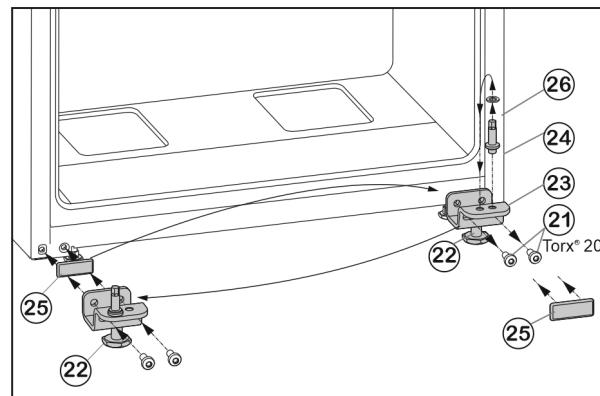

Fig. 7
- Desserrer les vis de fixation Fig. 7 (21).
- Retirer l'ensemble du support de palier inférieur Fig. 7 (23) avec le boulon de palier Fig. 7 (24), la rondelle Fig. 7 (26) et le pied de réglage Fig. 7 (22).
- Dévisser l'ensemble du boulon de palier Fig. 7 (24) avec la rondelle Fig. 7 (26), déplacer le tout dans le trou de préhension du côté opposé du support de palier et revisser fermement.
- Retirer avec précaution la plaque de recouvrement Fig. 7 (25) et la déplacer du côté opposé.
- Revisser l'ensemble du support de palier Fig. 7 (23) avec le boulon de palier Fig. 7 (24), la rondelle Fig. 7 (26) et le pied de réglage Fig. 7 (22) du côté de la nouvelle charnière, au besoin à l'aide d'une visseuse sans fil (en appliquant un couple de 4 Nm).
- Placer la porte inférieure depuis le haut sur le boulon Fig. 7 (24).
- ▶ Dévisser le pied de réglage Fig. 7 (22) au niveau du support de palier inférieur Fig. 7 (23) jusqu'à ce qu'il repose au sol.